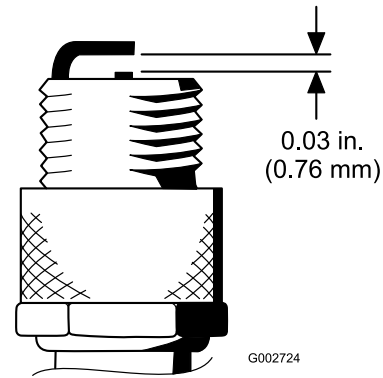

Bild 45
4. Stellen Sie den Abstand zwischen der Mittel und der Seite der Elektrode auf 0,76 mm ein (Bild 45).